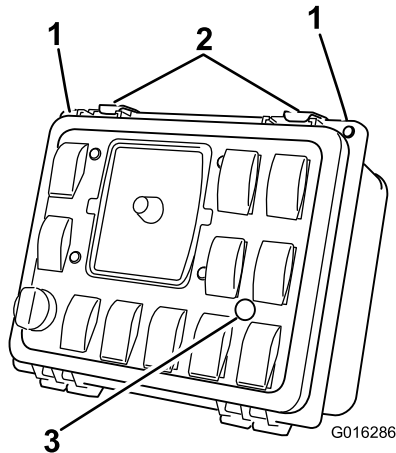

Bild 20
2. Bohren Sie ein Loch mit einem Durchmesser von 1,27 cm, um die Anzeigelampe im Armaturenbrett aufzunehmen (Bild 20).
8. Befestigen Sie die Frontabdeckung des Armaturenbretts mit den vorher entfernten Befestigungen am Steuerkasten (Bild 20).